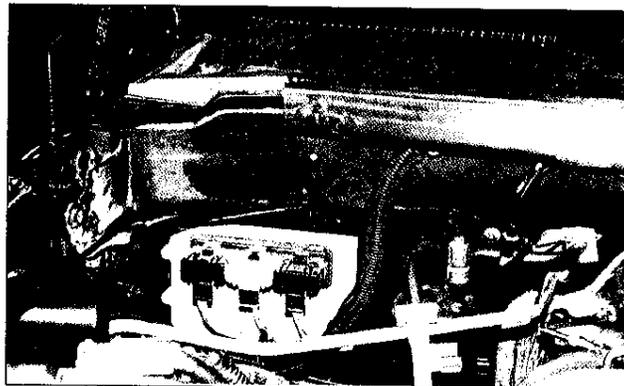

Fig. 7
- En el compartimiento del motor, corte alrededor de 8" del aislamiento de la parte superior derecha (del pasajero) de la cámara impelente (Fig. 7).